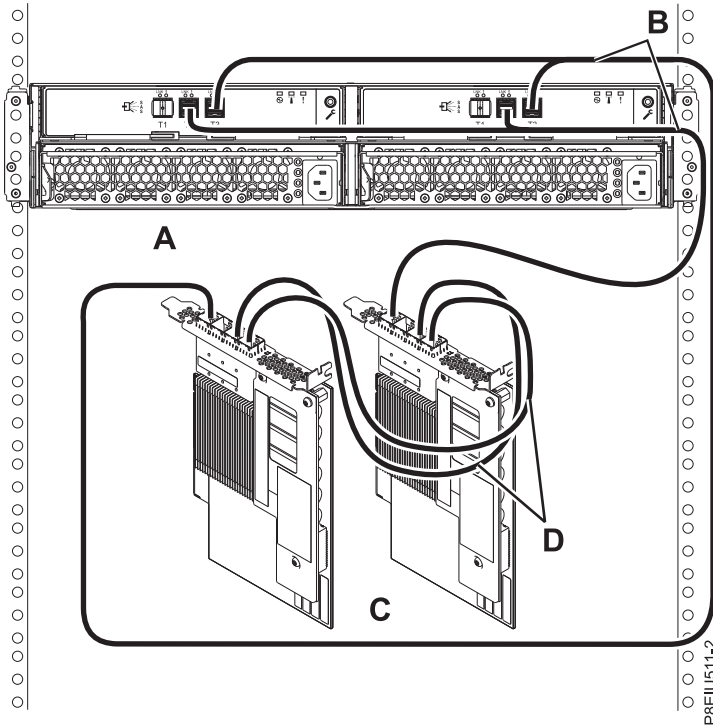

Abbildung 16. Modus 1-Anschluss einer ESLL- oder ESLS-Speichereinheit mit YO12-Kabeln an ein SAS-Adapterpaar (FC EJ0L oder FC EJ14) mit AA-Kabeln
16. Schließen Sie ein Gehäuse im Modus 1 (A) mit YO12-Kabeln (B) an ein SAS-Adapterpaar (FC EJ0L oder FC EJ14) (C) mit AA-Kabeln (D) an (siehe Abb. 16 auf Seite 19) und fahren Sie anschließend mit „Kabel und Netzkabel anschließen und Abdeckungen installieren“ auf Seite 24 fort.